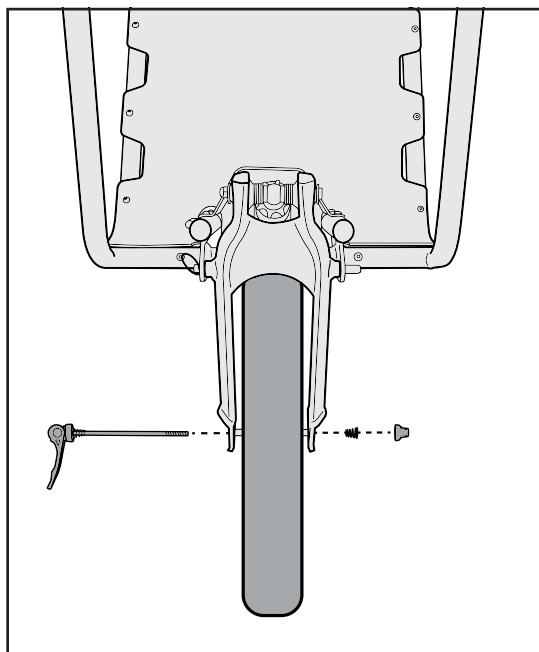

Figure 3
1. Insert the quick release lever skewer through the hub of the wheel, making sure there is a spring on either side of the hub. Screw the nut on loosely. (Figure 3)
1. Insérez le levier de blocage rapide dans le moyeu de la roue et vérifiez la présence du ressort de chaque côté de ce dernier. Vissez l'écrou sans serrer. (Figure 3)
1. Den Quick Release-Schnellspannhebel durch die Radnabe führen, sodass sich auf jeder Seite der Radnabe eine Feder befindet. Die Nut locker anschrauben. (Abbildung 3)